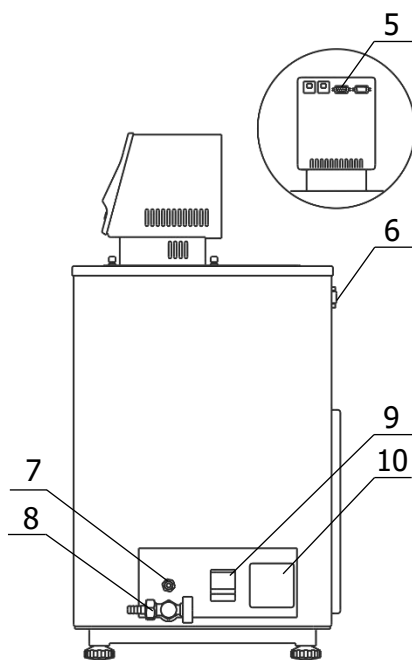

Рисунок 3 — Боковая панель термостата
2.2.5 К переливному штуцеру 7 (рисунок 3) присоединить гибкий шланг, второй конец которого опустить в емкость для сбора излишков теплоносителя объемом 1.5–2 литра.
2.2.7 Вставить вилку сетевого кабеля блока регулирования в розетку 10 (рисунок 3). Соединить кабелем из комплекта поставки блок регулирования (разъем 5) и холодильную машину (разъем 6). Сетевой кабель термостата подключить к питающей сети. Для этого в лабораторном помещении должна быть установлена электрическая розетка из комплекта поставки термостата.
2.2.9 При первом запуске термостата необходимо включить блок регулирования в режиме прокачки в соответствии с документом ТКЛШ 3.222.009-03 РЭ «Блоки регулирования температуры погружные циркуляционные М03, М03М серии МАСТЕР». При работе циркуляционного насоса уровень теплоносителя в рабочей ванне поднимается, и теплоноситель начинает равномерно переливаться в основную ванну. При этом уровень теплоносителя в основной ванне падает, что может привести к срабатыванию защиты от недостаточного уровня теплоносителя. Доливать теплоноситель следует до момента начала слива из переливного штуцера 7 (рисунок 3).
2.4.2 Надеть сливной шланг из комплекта поставки на сливной кран 8 (рисунок 3) и закрепить его хомутом. Свободный конец шланга опустить в емкость для сбора теплоносителя объемом, превышающим объем термостата.